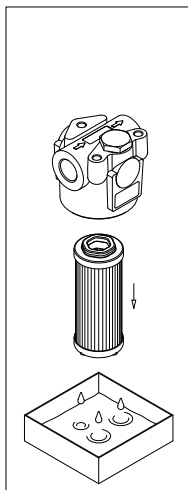

fig. 6
- (Fig. 6) Estrarre l'elemento filtrante
- Per il montaggio/smontaggio dell'indicatore e del connettore fare riferimento al paragrafo "Sostituzione indicatore" sopra (Fig. 6÷7)